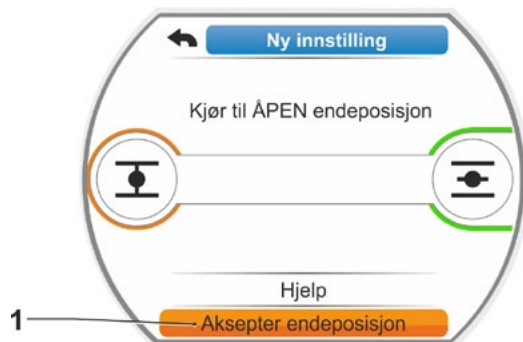

Fig. 7: Aksepter endeposisjon
- c) Drei på betjeningsbryteren og sett valgmarkeringen på „Aksepter endeposisjoner” (fig. 7).